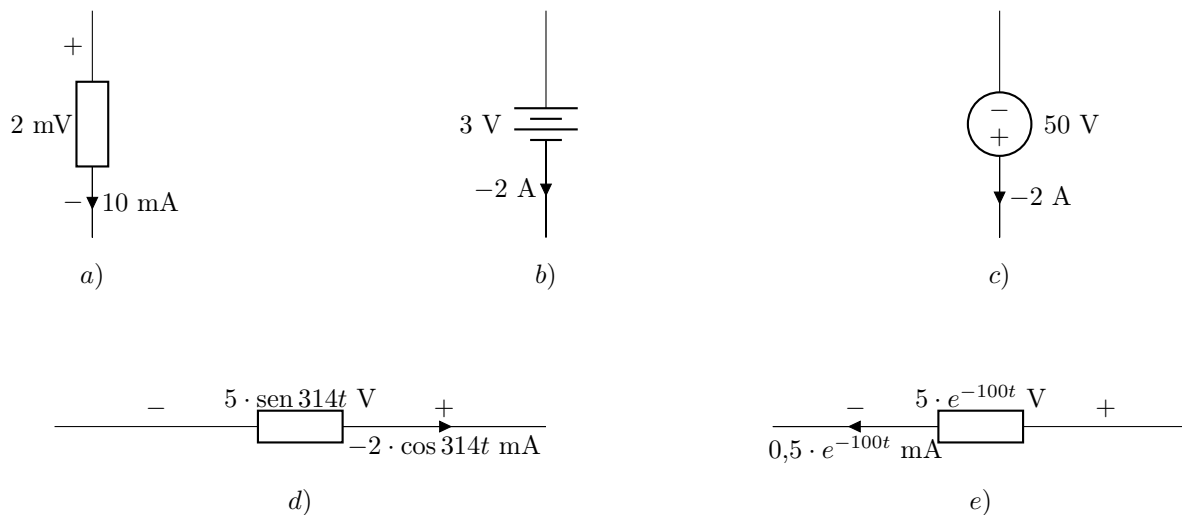

Figura 1.3: Elementos del problema 14.
14. ¿Qué potencia absorben los elementos de la figura 1.3? ¿Y qué potencia suministran? Señala si cada uno de ellos absorbe (es receptor) o suministra energía.